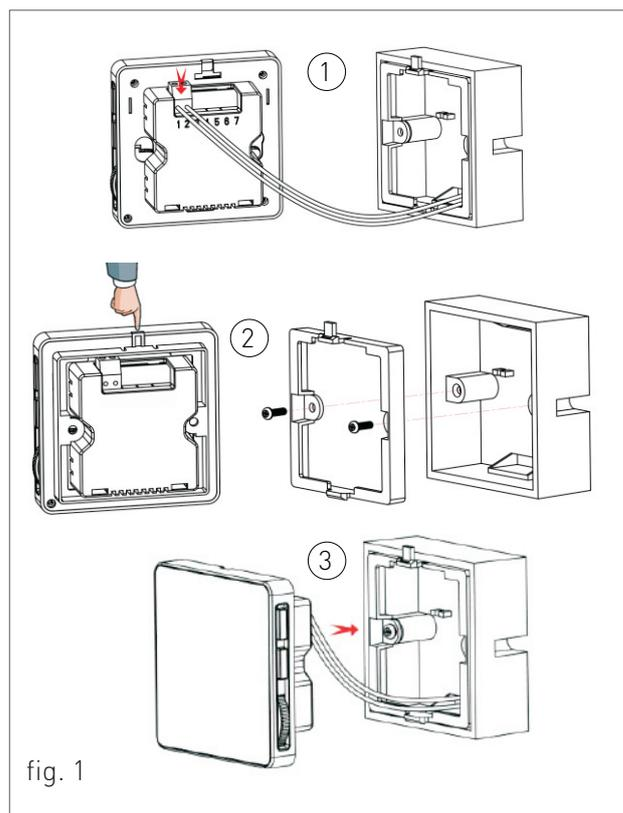

fig. 1
1) Infilare le due estremità non polarizzate del cavo di connessione negli appositi contatti presenti nella dima di fissaggio del Trasmittitore (vedi 1-fig.1).
2) Sfilare la dima di fissaggio posteriore dal Trasmittitore operando una leggera pressione sulla linguetta in alto (vedi 2-fig.1) e fissarla, tramite gli appositi fori, in una scatola da incasso, utilizzando le viti fornite in dotazione e avendo cura di rispettare l'indicazione "UP".
3) Fissare il Trasmittitore alla dima di fissaggio infilando prima la parte inferiore e facendo perno su di essa fino alla completa chiusura (vedi 3-fig.1).